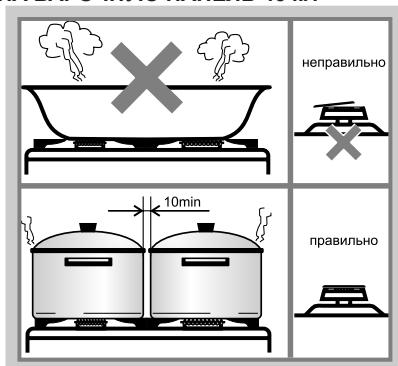

Рис. 15
- Запрещается устанавливать на решетки какие-либо дополнительные рассекатели пламени и пользоваться горелками со смещеными крышечками (рис. 15). Это приведет к неполному сгоранию газа, а также к необратимому ухудшению внешнего вида варочной панели из нержавеющей стали.